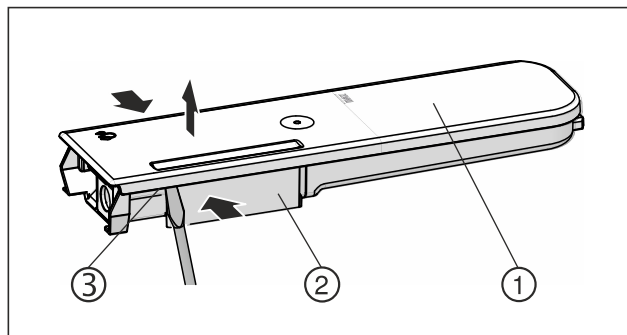

Fig. 151
- ▶ Rezervoar za vodo Fig. 151 (2) potisnite skupaj in pokrov Fig. 151 (1) previdno dvignite in povlecite navzgor nad zaklepne ure Fig. 151 (3).
- ▶ Pokrov Fig. 151 (1) narahlo potisnite v eno in drugo smer, nato ga odstranite s potiskom navzgor.